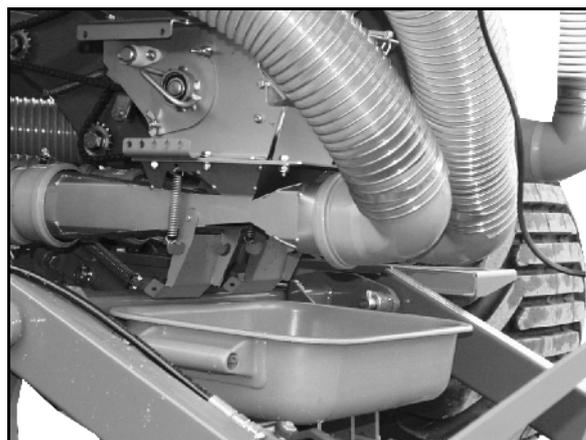

Fig. 96
3. Contrôle de débit de semences : retournez l'auget d'étalonnage et remettez-le sur le support (Fig. 96).